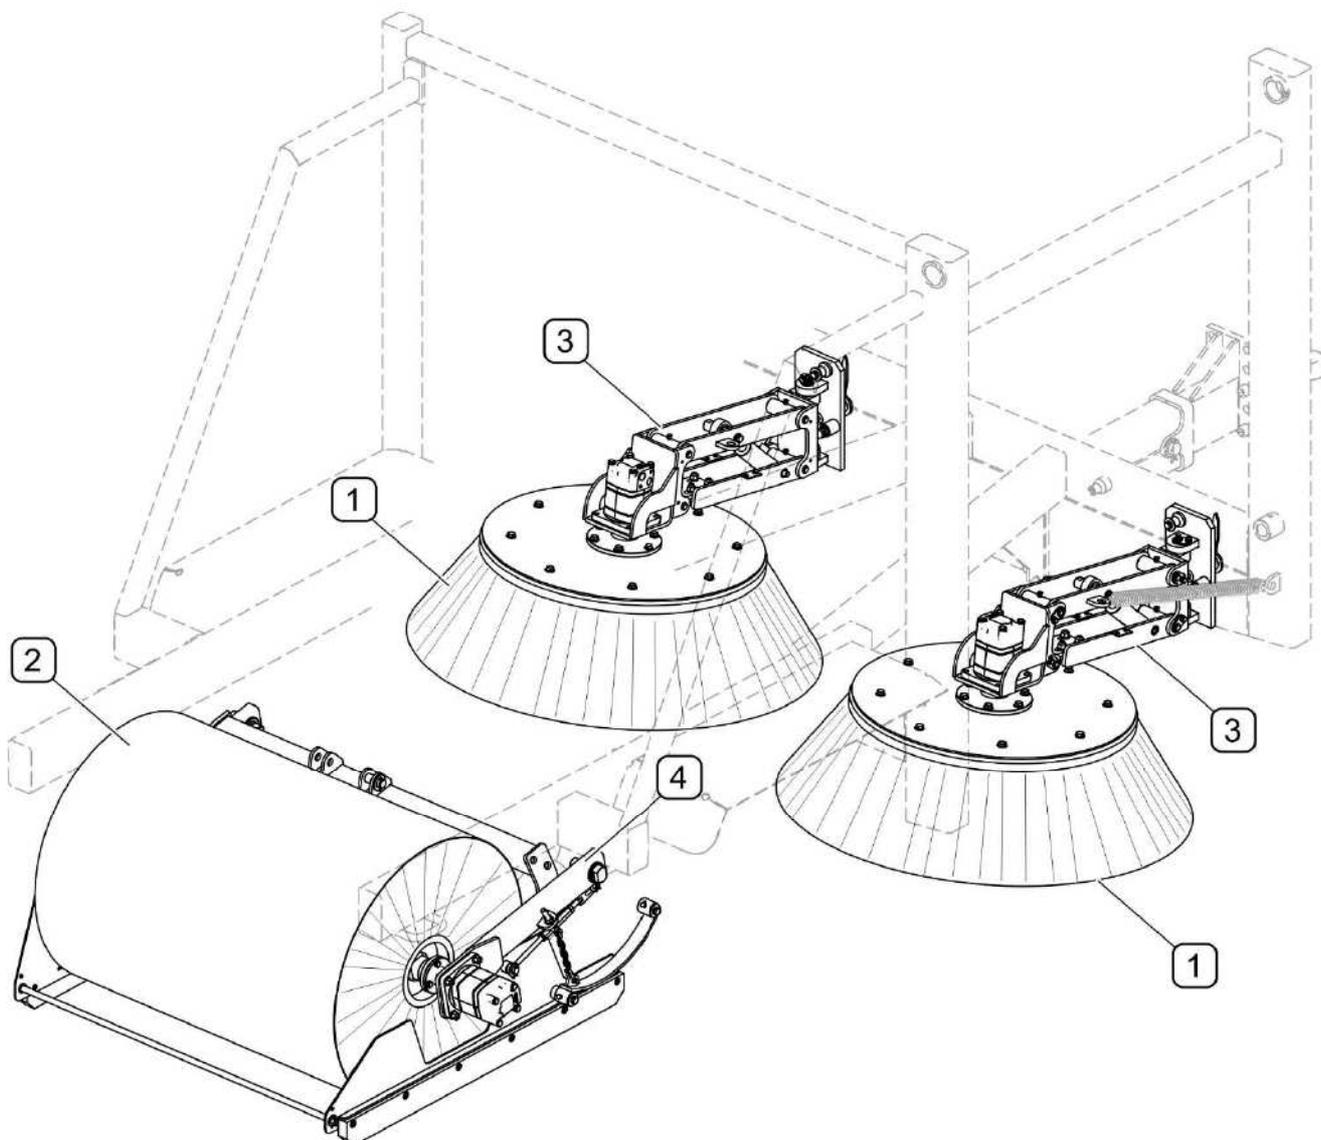
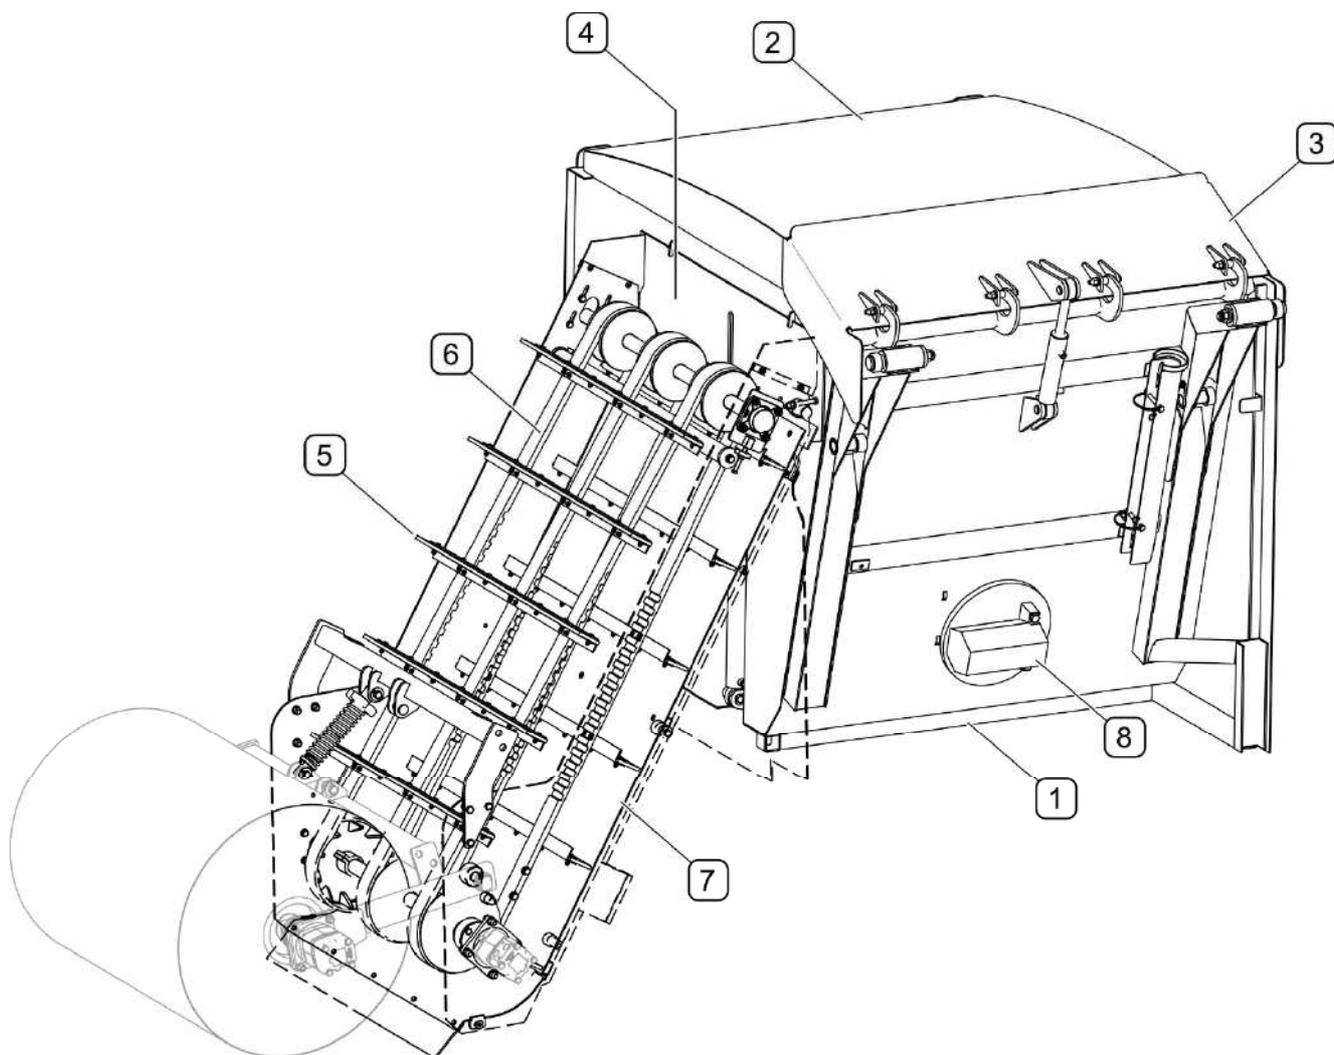

РИСУНОК 3.10 Система подметания
РИСУНОК 3.11 Транспортер и бункер для мусора
(1) - дисковая щетка; (2) - вальцовая щетка; (3) - плечо дисковой щетки;
Система подметания (РИСУНОК 3.10) состоит из двух дисковых щеток (1), которые сметают мусор к центру машины, а вальцовая щетка (2) сметает его на транспортер (РИСУНОК 3.11).